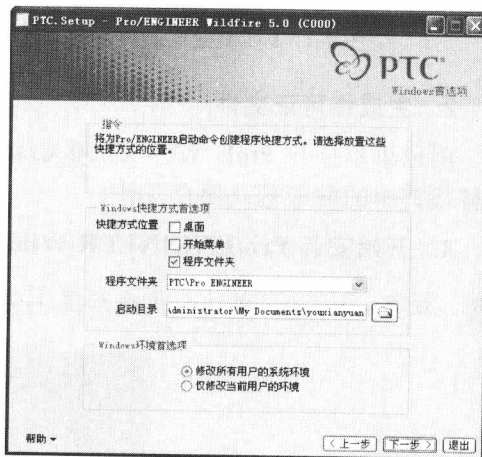

图 1-6 【Windows 首选项】对话框
- 08 单击[下一步>]按钮,弹出【Windows 首选项】对话框,如图 1-6 所示。进行相应定义后单击[下一步>]按钮,弹出【可选配置步骤】对话框。